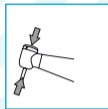

Fig. 4.1
- 1) Inserire e girare leggermente la fresa fino a che non si innesta nel meccanismo di blocco (Fig. 4.1).